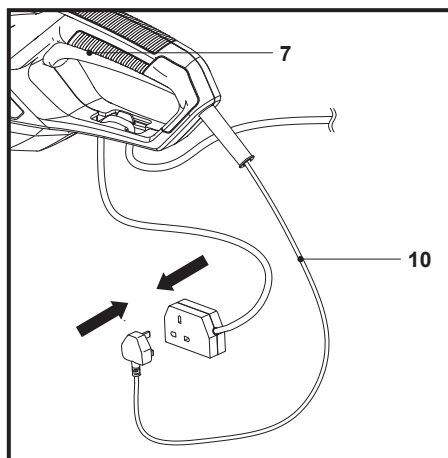

Fig. 3
3. Brancher le cordon d'alimentation (10) à la prise de la rallonge (Fig. 3).